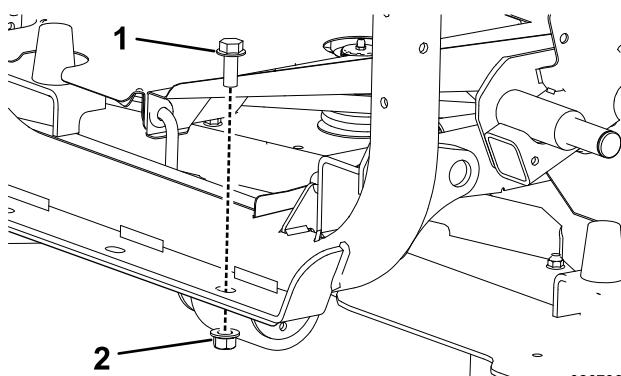

Figura 23
1. Sul lato destro della macchina, rimuovete il dado e il bullone che fissano il telaio posteriore al telaio anteriore (Figura 23).